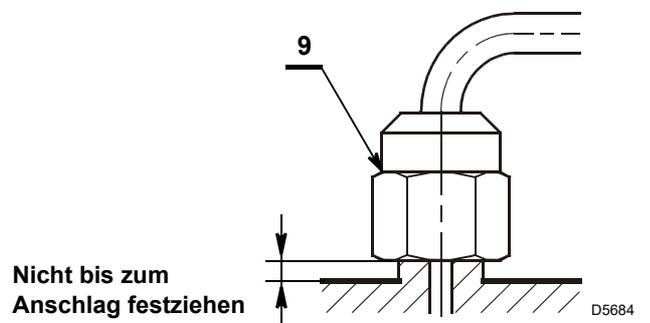

Abb. 14
Bei der Montage des Düsenstocks die Mutter 9) verschrauben, wie in Abb. 14 dargestellt.
- Die Düse 6) richtig eindrehen und festziehen wie in Abb. 14 gezeigt.